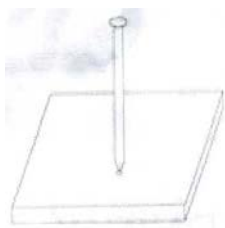

Рис.2
3.3. Если острие дюбеля сильно затупилось, то основание слишком твердое и непригодно для прямого монтажа. Твердый базовый материал может вызвать рикошет дюбеля и как следствие - серьезное травмирование Вас или окружающих (см. рис.2).